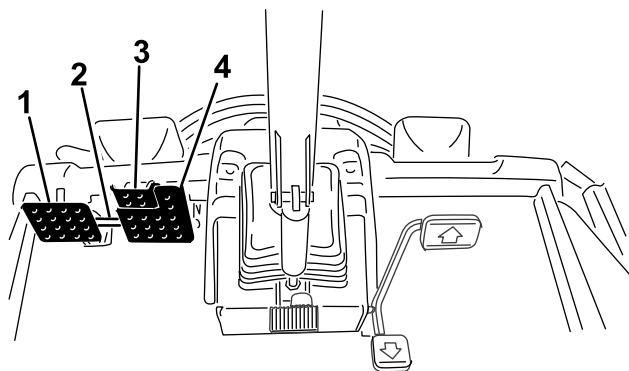

Рисунок 30
- Отсоедините фиксатор педалей (**Рисунок 30**).